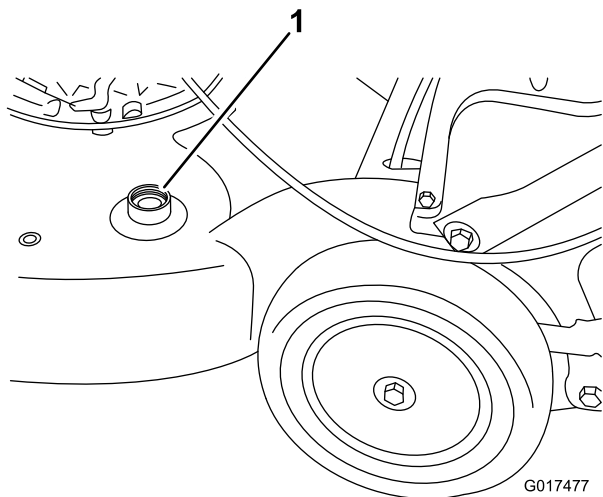

Figure 29
3. Branchez un tuyau d'arrosage, relié à une arrivée d'eau, au raccord de lavage du carter de la machine (Figure 29).